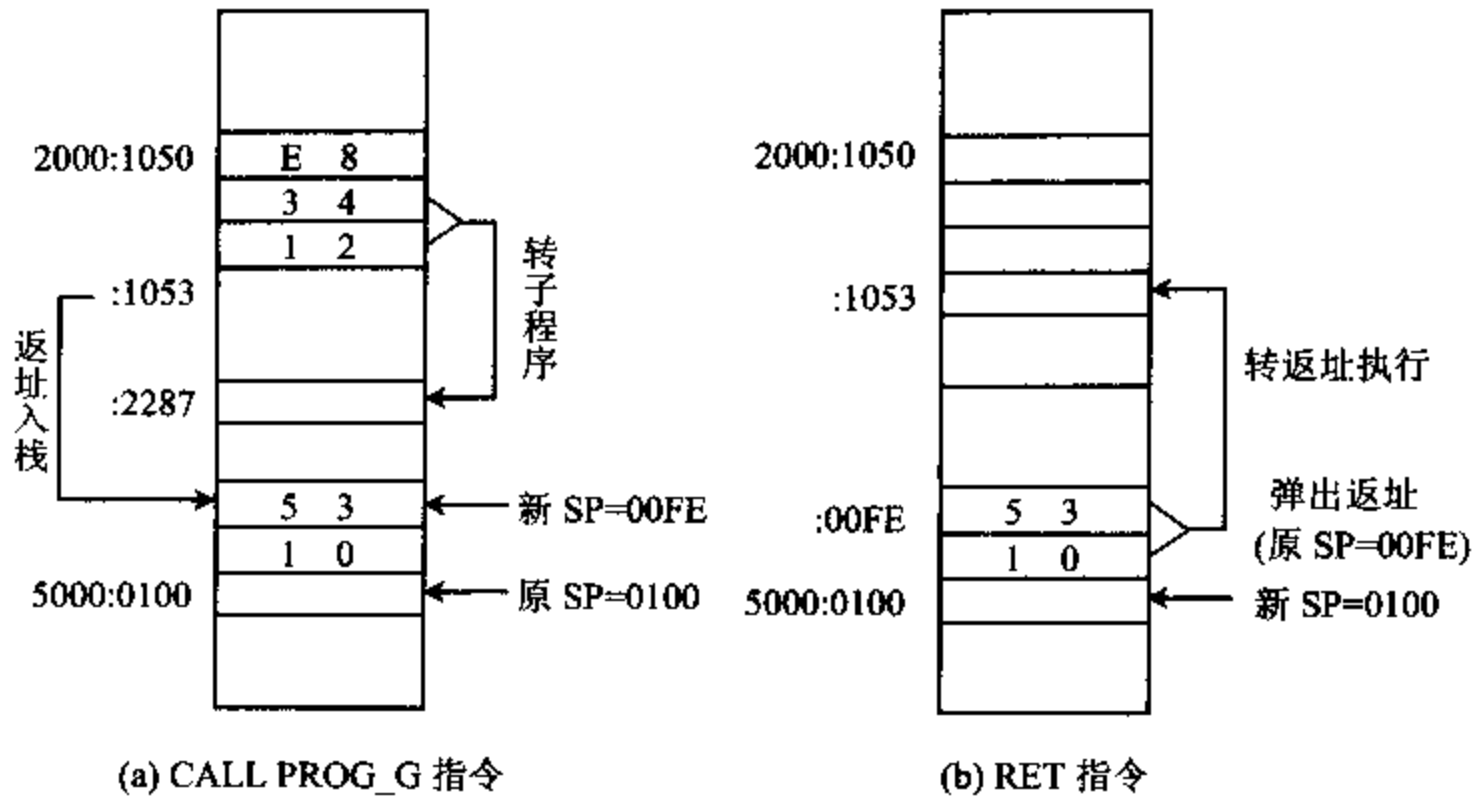

图 3-21 段内直接调用和返回指令执行情况
- 程序转到本代码段中偏移地址为 $2287H$ 处执行。指令 CALL PROG-N 的执行过程如图 3-21(a)所示。
处继续执行程序。这时堆栈指针为 SP=0100H。RET 指令的执行过程如图 3-21(b)所示。